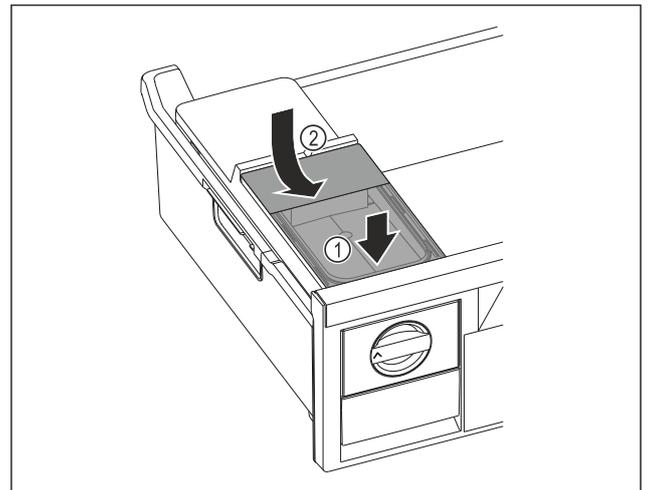

Fig. 145
- ▶ Wassertank vorne ansetzen. Fig. 145 (1)
- ▶ Wassertank hinten absenken. Fig. 145 (2)